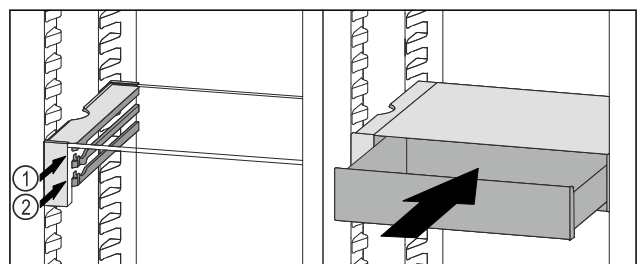

Fig. 162
- ▶ Установите выдвижной ящик VarioSafe за стопоры на требуемый выступ Fig. 162 (1) или Fig. 162 (2).